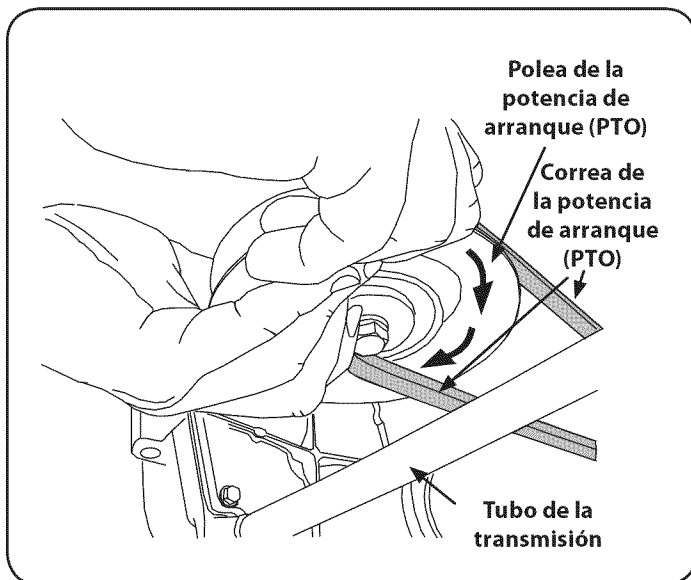

Figura 38
- d. Mientras mantiene el cinturón hacia abajo, seguir girando la polea de la toma de fuerza hasta que la correa se salió de la polea. Refiérase a la Figura 38.